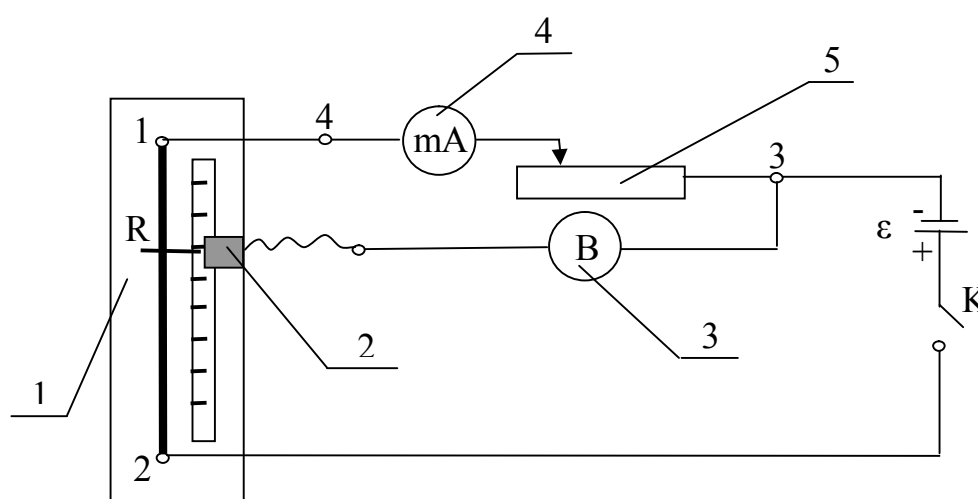
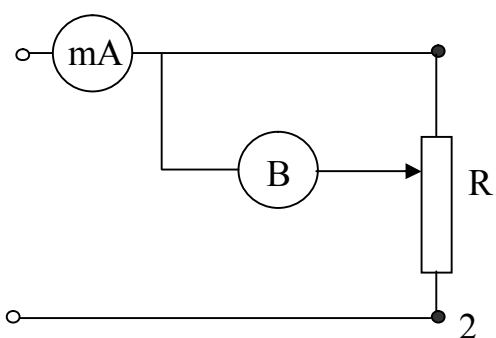

Рис. 1 Электрическая принципиальная схема экспериментальной установки
Рис. 3 Вторая схема измерений
Электрические цепи, которые включают в себя амперметр и вольтметр, позволяют определить косвенным путем сопротивление проводника. Установка (рис. 1) состоит из реохорда (1) с подвижным кронштейном (2), на который нанесен указатель для определения длины определяемого отрезка проводника, источника постоянного тока, вольтметра со шкалой (0÷1,5 В) (3), амперметра со шкалой (0÷250 мА) (4), потенциометра (5) для регулирования силы тока. Установка позволяет собирать две цепи с разными подключениями вольтметра и амперметра, а также измерять величины то-
Второй метод использует электрическую цепь (рис. 3), в которой вольтметр включен так, что с достаточной точностью, зависящей от вольтметра, измеряет падение напряжения U на
3. Установите подвижный кронштейн (2) (рис. 1) на деление шкалы реохорда (1), соответствующее примерно 0,6 длины образца проводника, и замкните ключ К.
4. При помощи потенциометра (5) (регулятора тока) установите значение силы тока (по указанию преподавателя).
5. Измерение по первому методу проведите для 10 значений длины образца проводника от $0,3 \ell_{\text{пр}}$ до $\ell_{\text{пр}}$ ($\ell_{\text{пр}}$ - полная длина проводника), перемещая подвижный кронштейн (2).
8. Соберите электрическую цепь по второй схеме измерения (см. рис.3), присоединяя к клеммам 1.2 один из образцов проводника, клемму 3 вольтметра (3) (см. рис.1), перенеся в клемму 4.